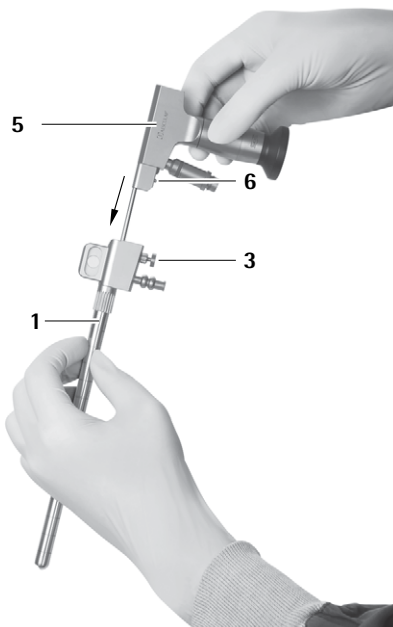

Rys. 13
- ▶ Zdjąć adapter ramienia mocującego 11, patrz Rys. 13.